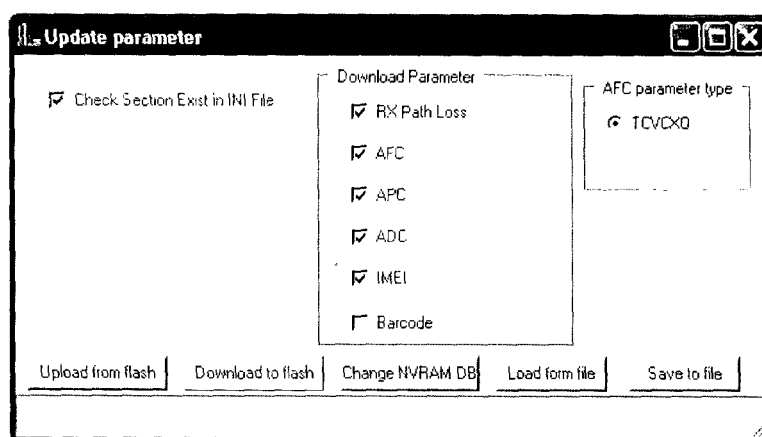

Рис. 2.3. Диалоговое окно Update Parameter программы Maui Meta Service Center
4. Нажимают кнопку «Reconnect», а затем клавишу включения телефона. При удачном подключении программы к телефону на экран будет выведено диалоговое окно «Update Parameter», приведенное на рис. 2.3.